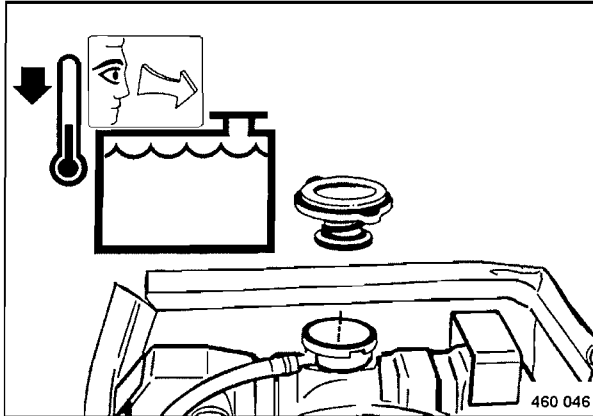

Fig. 125
- Rellenar líquido refrigerante hasta la arista inferior de la tubuladura de llenado (Fig. 125).